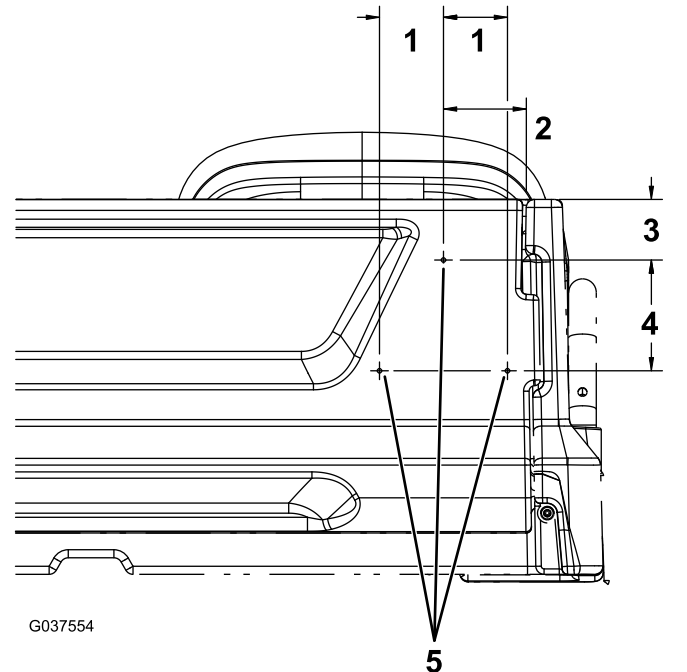

Figura 13
1. En el lado derecho del portón, mida 95 mm desde el borde derecho del portón y 70 mm desde el borde superior del portón, y marque este punto (Figura 13).
2. Mida 128 mm hacia abajo desde el orificio marcado en el paso 1 y 74 mm hacia la derecha y hacia la izquierda, y marque estos 2 puntos (Figura 13).
3. Perfore un orificio de 5 mm en cada una de las 3 posiciones marcadas (Figura 13).